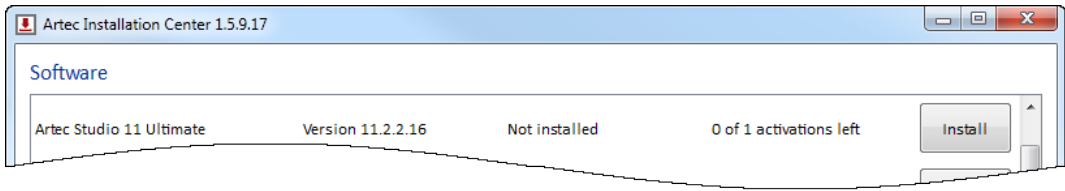

Рис. 4.6: Artec Installation Center готов к установке Artec Studio
- С помощью Artec Installation Center (либо во время установки, или по нажатию кнопки *Установить* в приложении, как показано на Рис. 4.6)